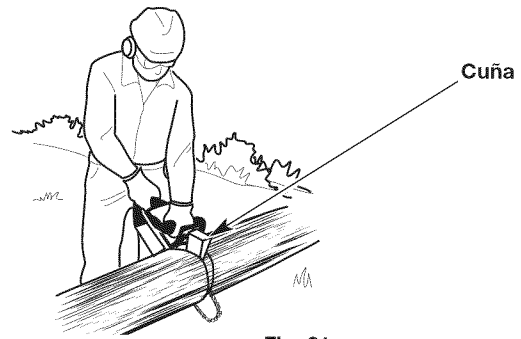

Fig. 21
2. Haga el segundo corte desde el lado opuesto hasta que los dos cortes se unan. Si el diámetro de la madera es suficientemente grande, inserte cuñas blandas de plástico o madera para mantener el corte abierto y evitar compresión (Fig. 21). Tenga cuidado de no tocar las cuñas con la cadena de la sierra.